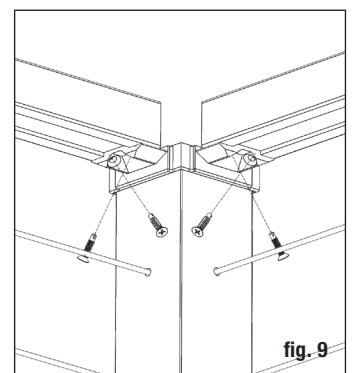

fig. 9
Paso 10 Coloque el riel entre los postes. Compruebe el nivel de extremo a extremo y verticalmente. Fije los soportes al poste en un extremo. Pretaladre el riel con una broca de 7/64 pulg. Repita para el otro extremo. Consejo: Utilice una broca de extensión para evitar dañar el riel con el portabrocas. Instale todos los rieles antes de instalar el cable. (fig. 9)